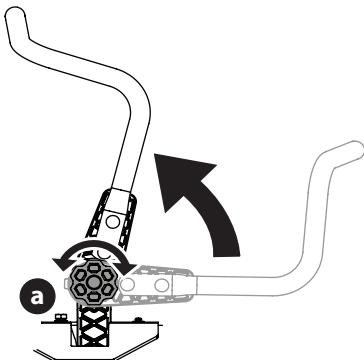

Figure 9
1. Tournez le bouton (a) en sens inverse des aiguilles d'une montre pour le desserrer (a) (Figure 9 à la page 84).
3. Tournez le bouton dans le sens des aiguilles d'une montre pour sécuriser le levier de commande de transmission des barres de conduite en position (Figure 9 à la page 84).